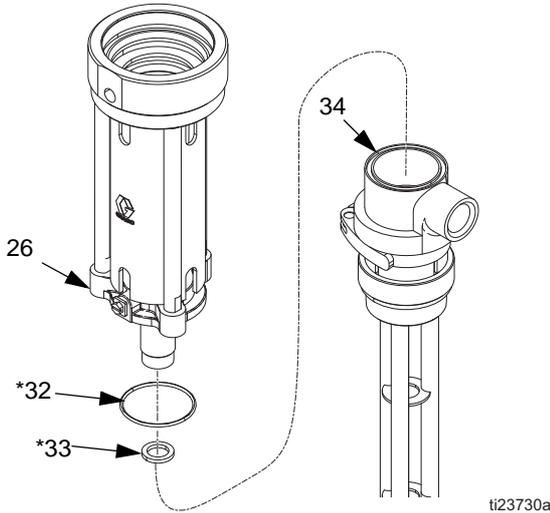

FIG. 23
- Desenrosque la brida de montaje (26) del cuerpo de la bomba (34). Retire la junta tórica (32\*) y la junta de PTFE (33\*) del cuerpo de la bomba (34). Inspeccione todas las piezas en busca de daños. Consulte FIG. 23.
**NOTA:** Alinee una ranura inferior del escudo protector (75) y con una herramienta de aguja (69), afloje las tuercas hexagonales/empaquetaduras del eje de la bomba.